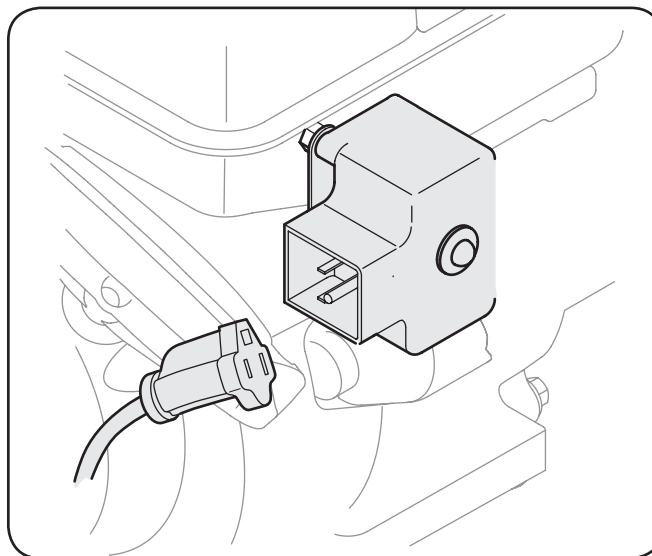

Figura 3-5
**NOTAS:** Siempre debe conectar el cable de alimentación primero a la caja del interruptor del motor; luego en el tomacorriente. Vea la Figura 3-5.